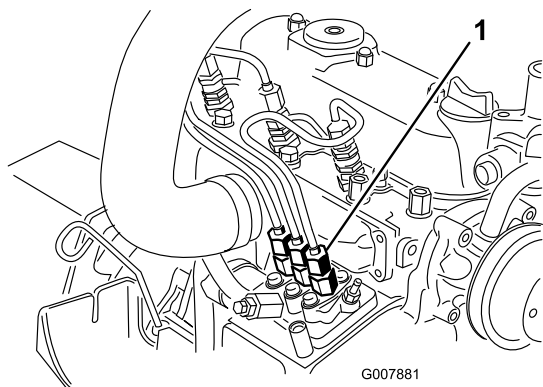

図 44
- 燃料噴射ポンプから No.1インジェクタノズル **図 44**へのパイプ接続部の下にウェスを当て、パイプの接続をゆるめる。